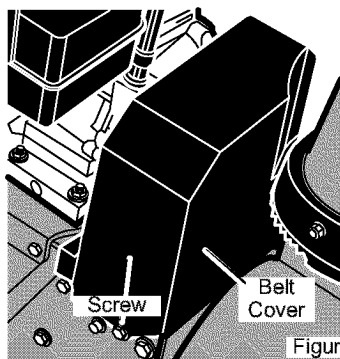

Figure 78
3. Quite el **tornillo de la cubierta de la correa**. Quite la **cubierta de la correa** (Figure 78).